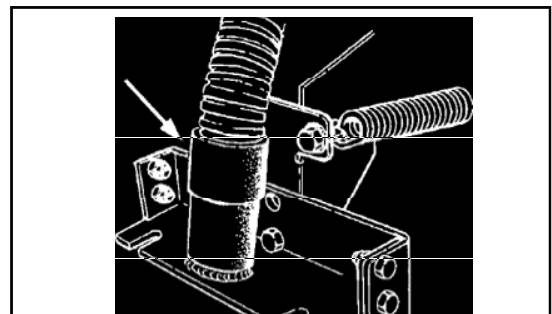

Abbildung 9
2. Schließen Sie Manschette des Vakuumschlauchs an das Anschlussstück des Wischgummischlauchs an (siehe Abbildung 9).
1. Der Wischgummikörper kann geneigt werden, um die Durchbiegung des Wischgummiblatts in der Mitte der Durchbiegung an den Enden anzupassen. Justieren Sie die Neigung, indem Sie die Stellschrauben an der rechten und linken Seite des Wischgummis lösen (siehe Abbildung 9).